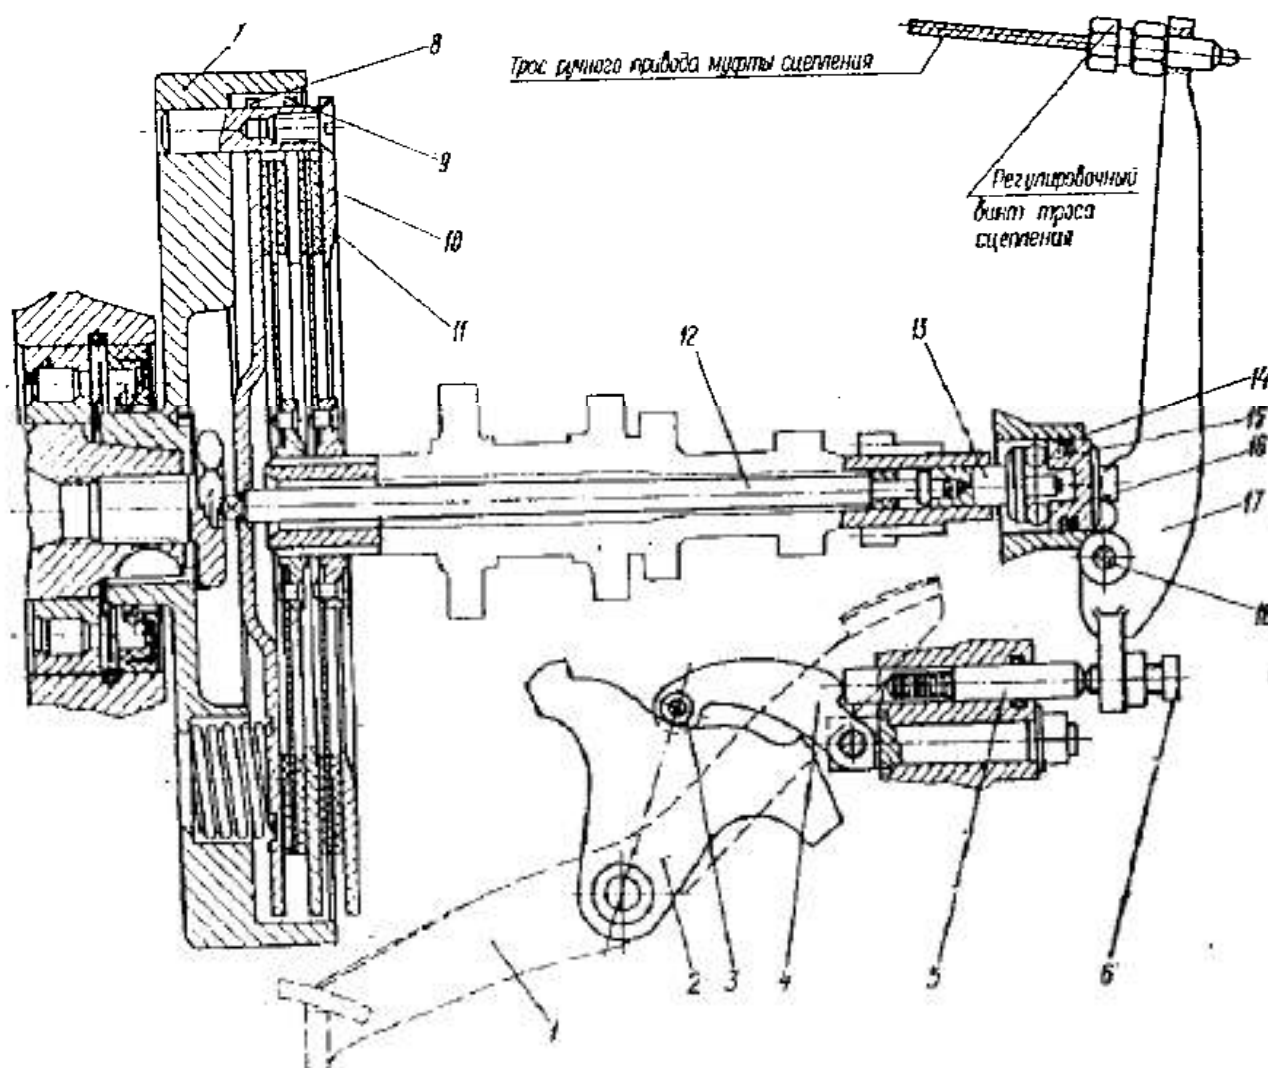

Рис. 12. Сцепление и механизм автоматического выключения сцепления при переключении передач:
Сцепление двухдисковое сухое состоит из ведомых и ведущих частей и механизма выключения сцепления (рис. 12). К ведущим частям сцепления относятся маховик 7 и диски (нажимной 8, промежуточный 9 и упорный 11), сидящие на пальцах маховика.
4. Механизм автоматического выключения сцепления регулируется по мере надобности регулировочным болтом *б* (рис. 12).